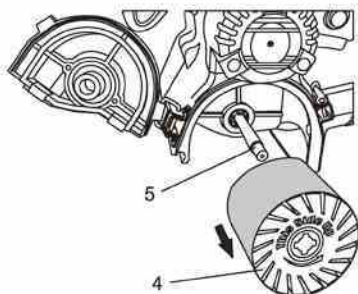

Fig. 2
2. Suelte la cerradura DERECHA de la cobertura del extremo del rodillo (3).
3. Retire la cobertura hacia afuera de la carcasa principal y gírela hacia la parte frontal de la herramienta utilizando la cerradura IZQUIERDA como bisagra (Fig 2).
4. Deslice el rodillo (4) del mango del rodillo (5).